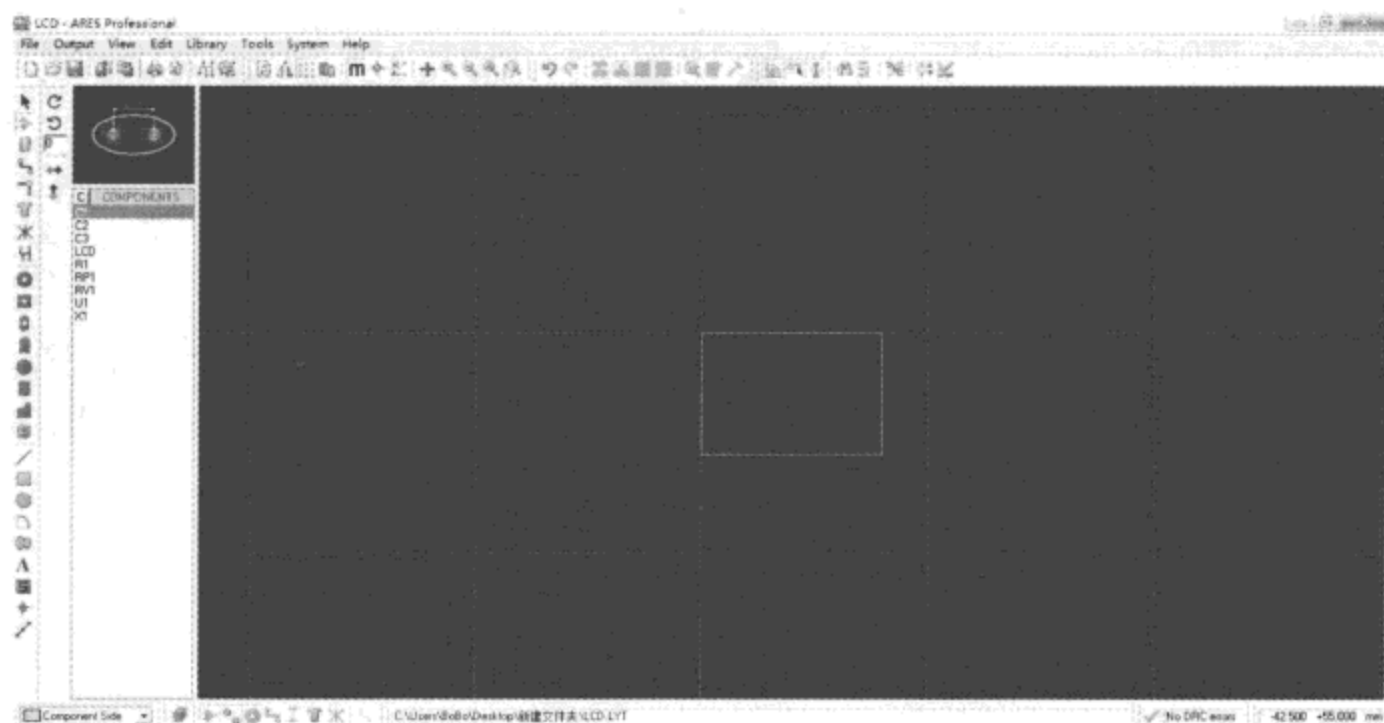

图 5.1.22 预览元件封装
(2) 单击编辑工具栏按钮, 元件列表中会列出原理图中所用到的所有元件, 并在预览窗口中显示元件封装格式, 如图 5.1.22 所示。